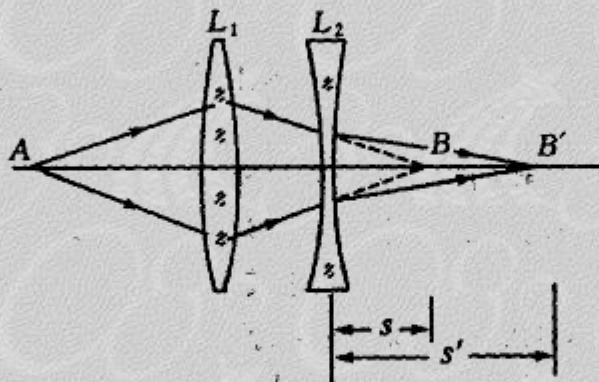

图 4-1-4
如图 4-1-4 所示, 凸透镜 L_1 将实物 A 成像于 B , 把被测凹透镜 L_2 插入 L_1 与像 B 之间, 然后调整 L_2 与 B 的距离, 使光线的会聚点向右移至 B' , 即虚物 B (对 L_2 而言) 经 L_2 成一实像于 B' , 测定物距 s 、像距 s' , 代入公式(4-1-1)即可求出凹透镜的焦距 f' 。
如果图 4-1-4 中的 B 点刚好处于凹透镜 L_2 的主焦点上, 则 B' 点将移到无穷远处, 即光线经 L_2 折射后, 将变成平行光射出。此时, 用望远镜(望远镜已预先聚焦无穷远)观察, 可清楚地看到 B 点的像, 那么 B 点至 L_2 的距离即为凹透镜焦距 f' 。
- 按图 4-1-4 所示，使物经凸透镜 L_1 成一清晰像于 B 处的屏上，记录此时屏的位置 X_1 。